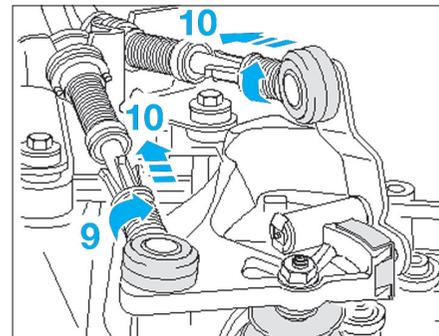

Fig. 40
- Tourner maintenant le mécanisme de sécurité du câble de commande et du câble de sélection vers la droite jusqu'en butée (9) (Fig.40).